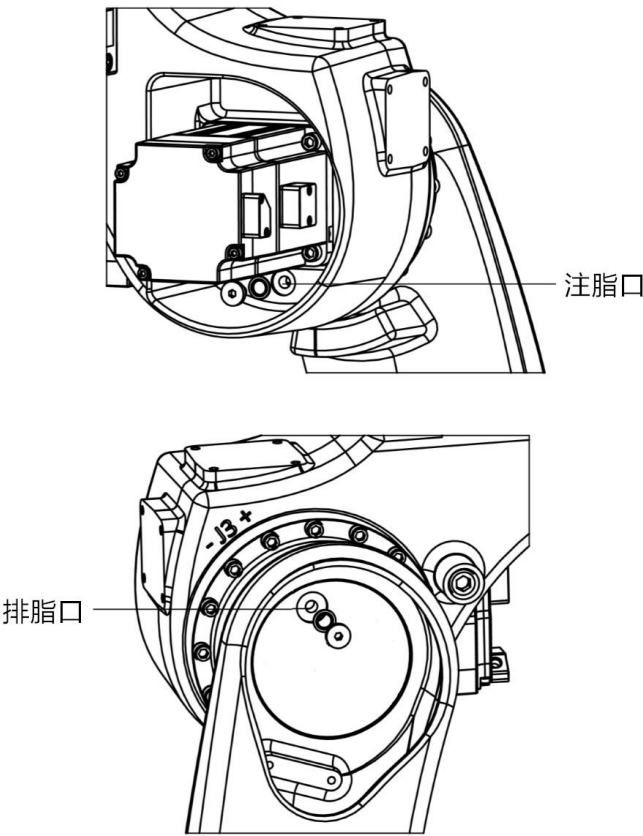

图 11-9 更换 J3 轴减速器润滑脂
- 步骤4. 拆下排脂口密封螺塞和密封垫圈，如图 11-9 所示。